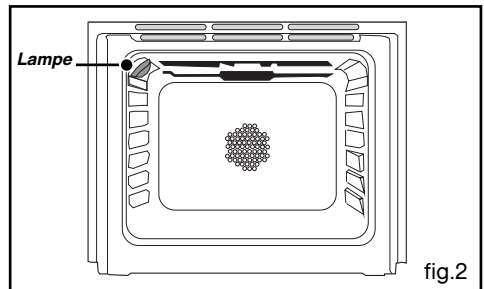

fig.2
#### • *Grille sécurité anti-basculement fig.2*
- Desserrez les vis du serre-câble (fig.2).
- Introduisez le câble d'alimentation par le côté du capot et dans le serre-câble situé à droite du bornier. (Reportez-vous au tableau de la page précédente pour le choix de la section du câble) (fig.2).
**A l'intérieur du four (fig. 2) :**